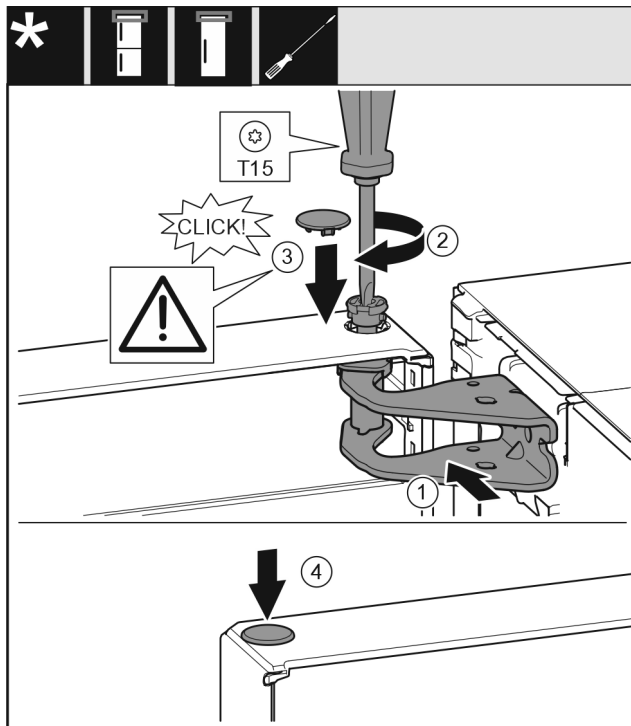

Fig. 49
- ▶ Выровняйте дверь сверху по отверстию в опорном кронштейне Fig. 49 (1).
- ▶ Вставьте палец Fig. 49 (2) и затяните отверткой.
- ▶ Установите крышку Fig. 49 (3).
- ▶ Проследите за тем, чтобы крышка Fig. 49 (3) прилегла к дверям.
- ▶ Установите крышку Fig. 49 (4).